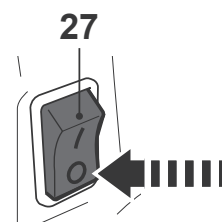

Fig. 26
- > Suelte el gatillo del acelerador (26) y deje el producto en reposo durante un tiempo.
- > Coloque el interruptor de arranque (27) en la posición "O" (posición de desconexión) (Fig. 26).